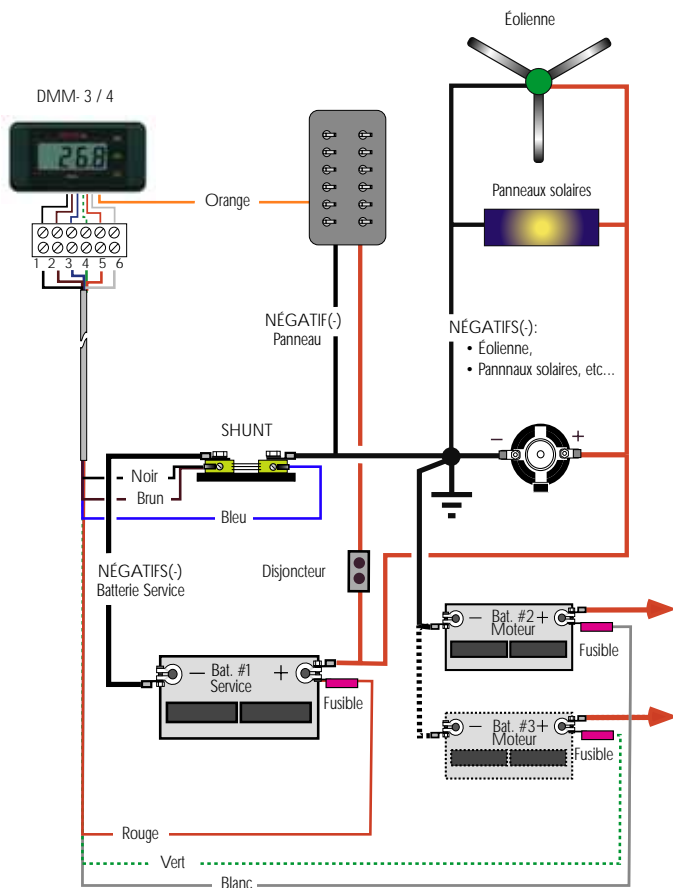

Figure 2: Installation avec Shunt pour valeur NETTE
- A- La valeur NETTE du courant entrant dans la batterie MOINS le courant qui sort de celle-ci selon la figure 2.
A- Le figure 2 démontrent la façon, la plus simple, d'installer le système DMM-3/4 pour lire la valeur NETTE du courant de la batterie de service, notamment pour un véhicule ou VR: Faites les étapes 1 à 11 comme ci-haut.